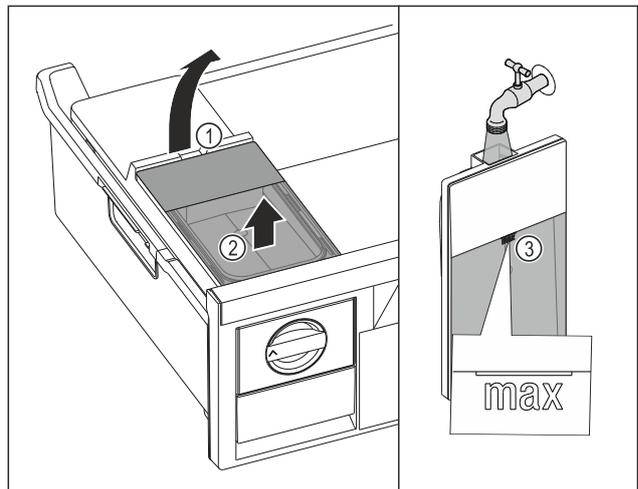

Fig. 76
- ▶ Wassertank an der Aussparung Fig. 76 (1) anheben.
- ▶ Wassertank nach oben entnehmen. Fig. 76 (2)
- ▶ Wassertank bis zur Markierung Fig. 76 (3) mit Trinkwasser befüllen.